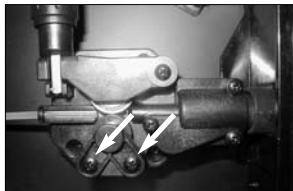

Figure 7 - Retirez ces deux vis
3. Retirez le couvercle du rouleau en retirant deux vis (voir la figure 7).